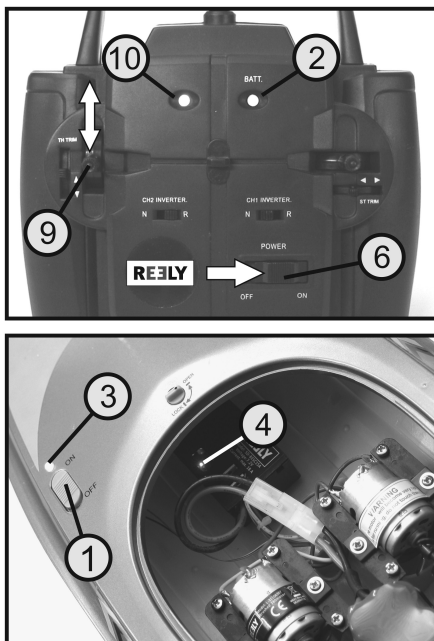

Figura 8
1. Spingere indietro l'interruttore del modellino (vedere figura 8, punto 1) fino alla posizione "OFF".